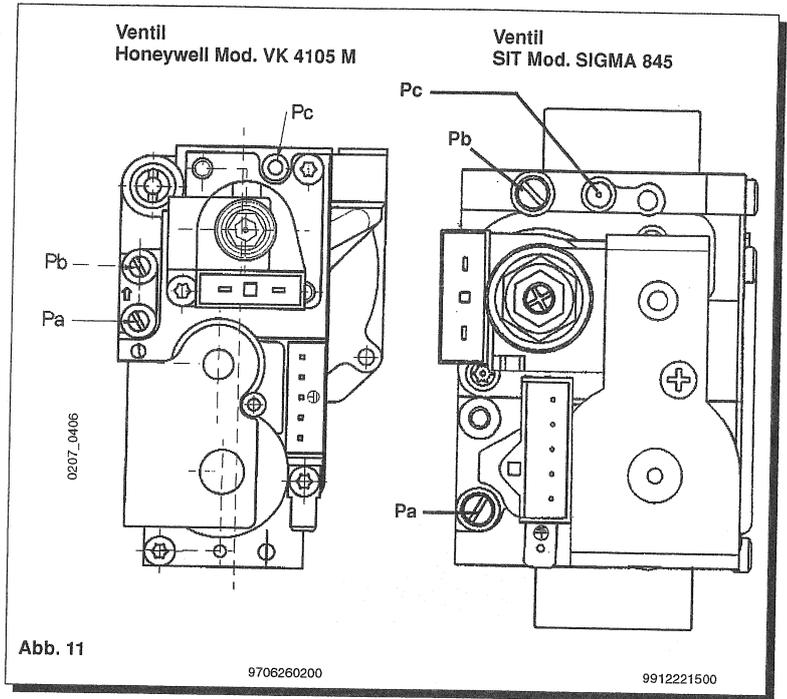

Abb. 11
- * das Speiseklemmenbrett (Abb. 11), wie im vorhergehenden Kapitel beschrieben, erreichen;
- * die Brücke auf den Klemmen (1) und (2) entfernen;